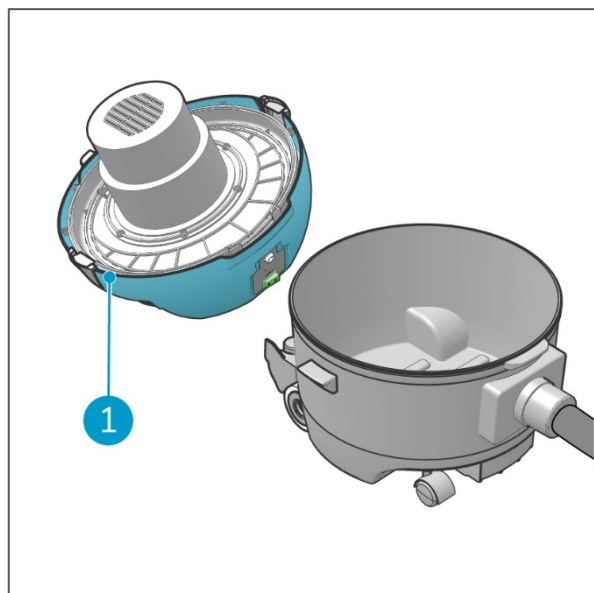

Figure 10
5. Placez le capot sur une surface plane (Figure 10 pos. 1).